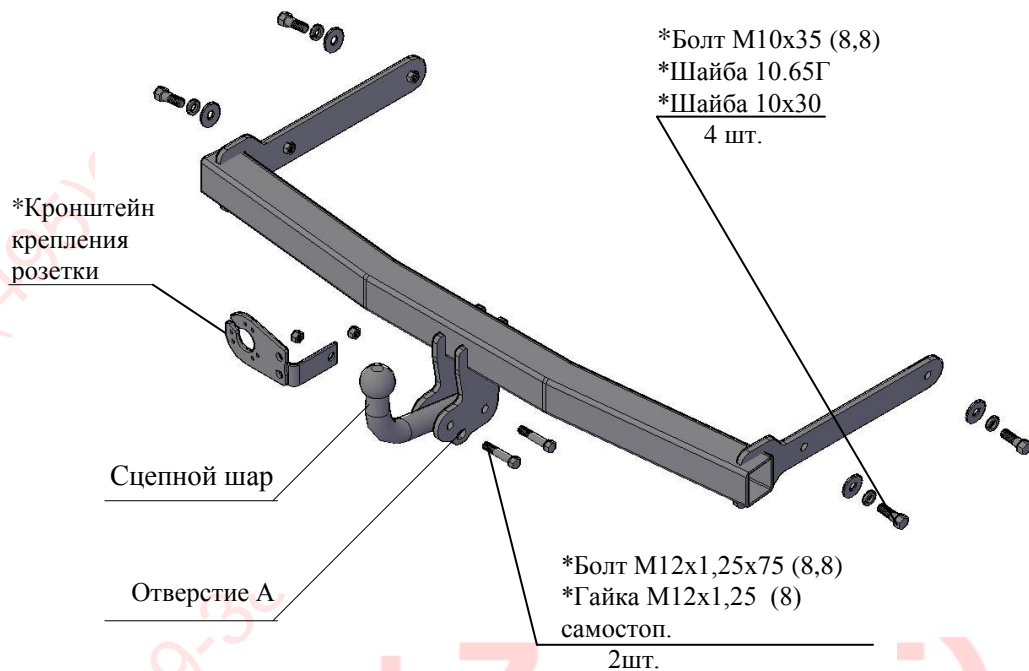

Рис.1 Тягово-сцепное устройство ТСУ 9150.
2.1 ТСУ 9150 в сборе (рис.1)	1 шт.
2.2 Пакет с комплектующими (см. рис.1)	1 шт.